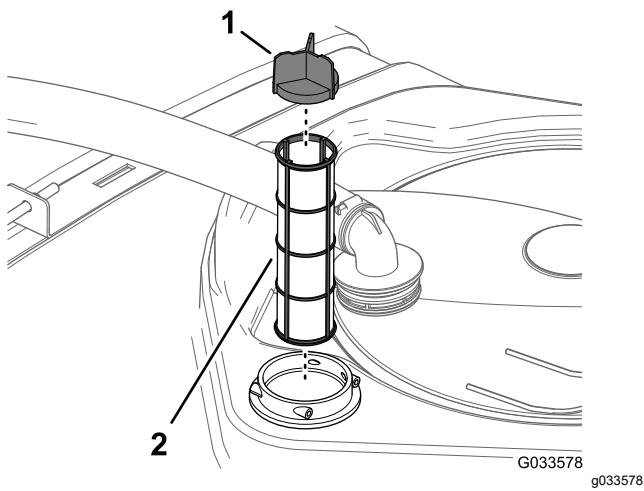

Figure 30
4. Sortez la crépine d'aspiration du logement du filtre dans le réservoir (Figure 30).